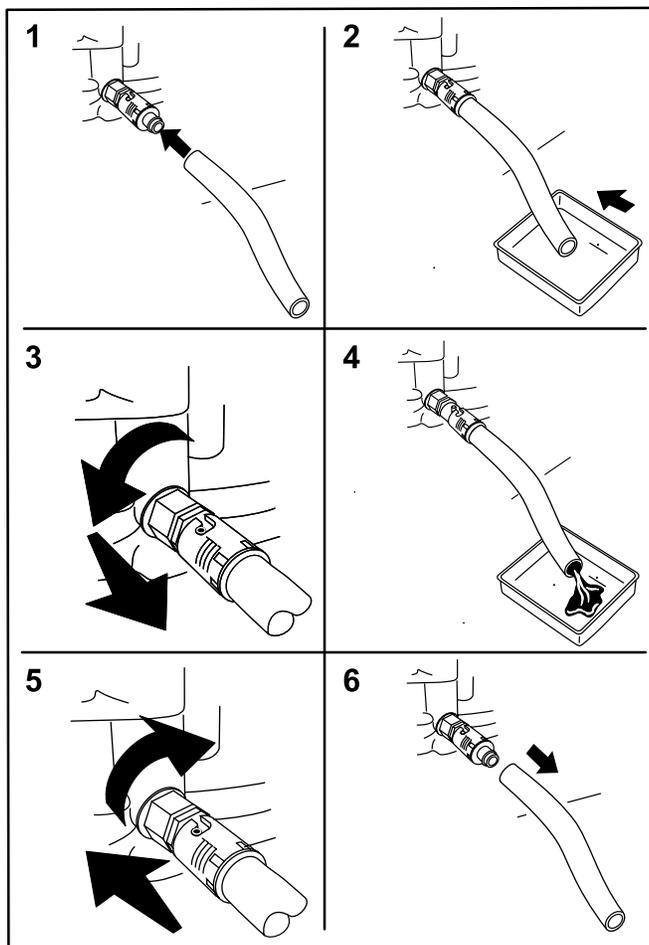

Рисунок 26
4. Установите сливной шланг на вентиль для слива масла из двигателя (Рисунок 26).
5. Поместите другой конец шланга в подходящий контейнер для масла (Рисунок 26).
6. Поверните маслосливной кран на 1/4 оборота против часовой стрелки, чтобы начать слив масла (Рисунок 26).
7. После того как все масло стечет, закройте маслосливной кран, повернув его на 1/4 оборота по часовой стрелке (Рисунок 26).